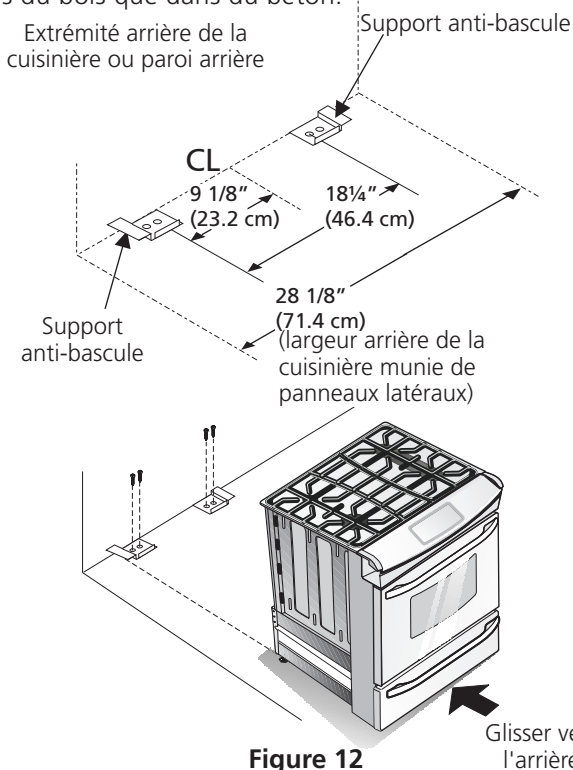

Figure 12
1. Dépliez le gabarit de papier et placez-le à plat sur le plancher, l'endos et les extrémités des côtés exactement à l'endroit où l'arrière et les côtés de la cuisinière seront placés lors de l'installation (utilisez le diagramme ci-dessous pour localiser les supports anti-bascules si le gabarit de papier n'est pas disponible (Figure 12)).